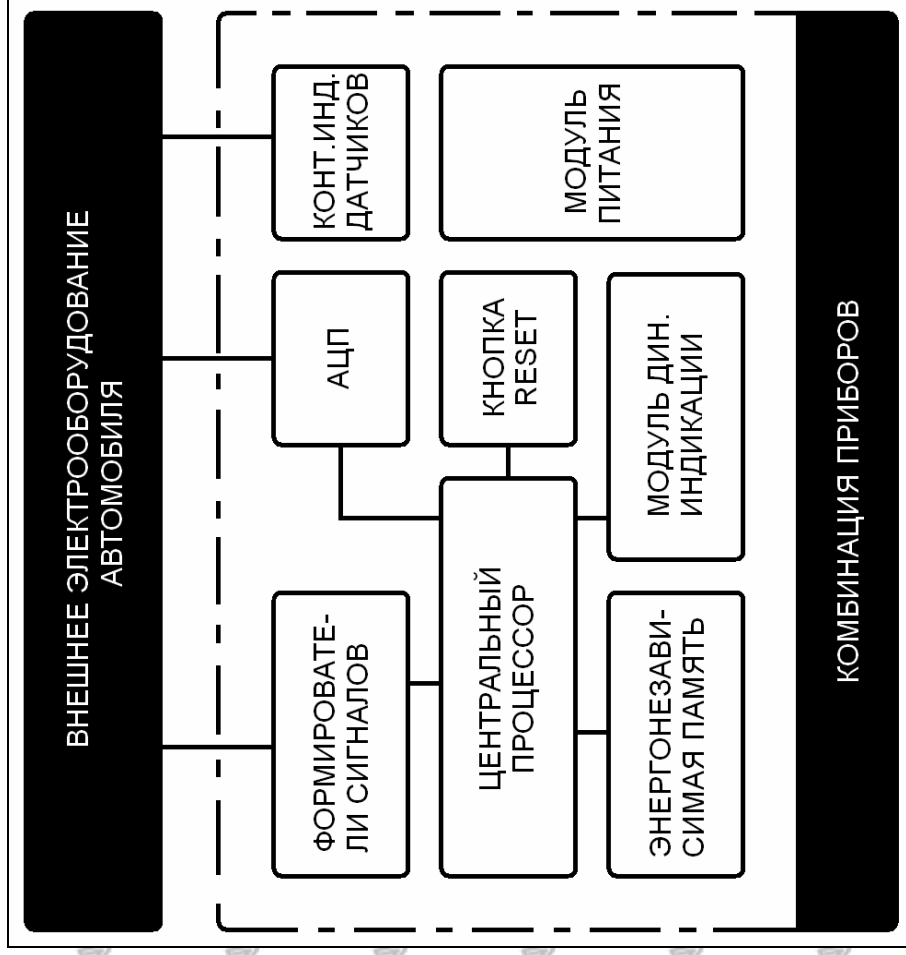

Рисунок 2
5.2 Структурная схема контроллера показана на рис.2.